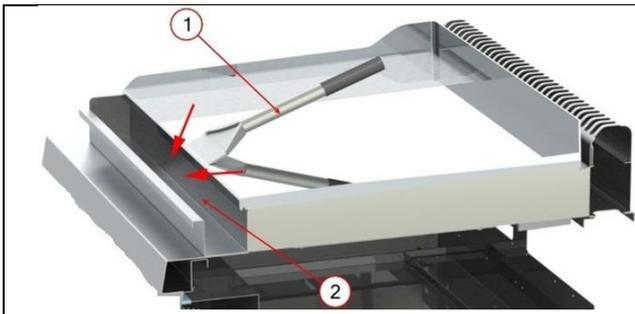

Fig6
- Pour effectuer un grattage sur la plaque, positionner le grattoir (Fig6 Rep1) à plat (Fig7 Rep3).